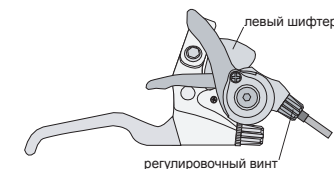

рис. 14
- 3.6.6. С помощью регулировочного винта на шифтере добейтесь четкой работы переднего переключателя (рис. 14).